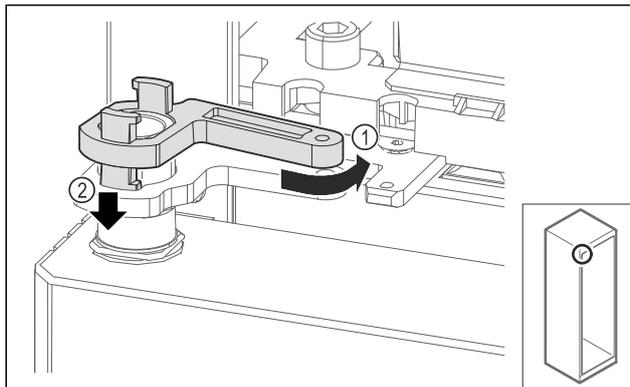

Fig. 71
- ▶ Tourner légèrement le verrouillage du support de palier vers l'arrière Fig. 71 (1), le pousser vers le bas Fig. 71 (2) et le verrouiller dans l'angle de la charnière.